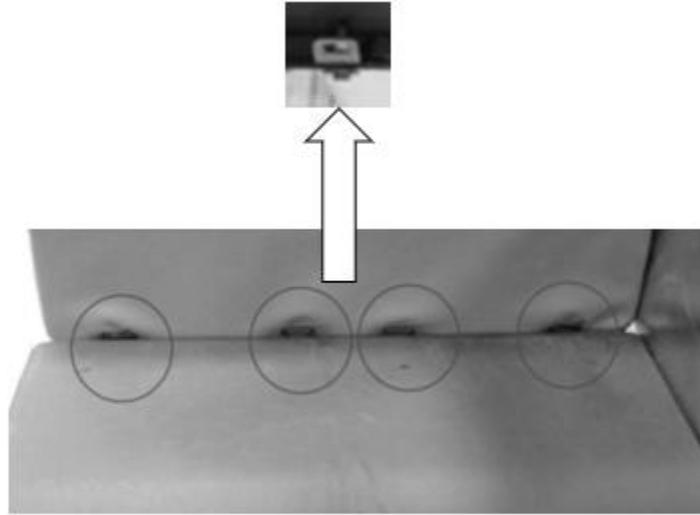

Figure 5 - Système d'ancrage
11. Localisez le système d'ancrage universel (s'il en est équipé) et assurez-vous que le système est en bon état, prêt à recevoir un siège d'enfant (Figure 5).